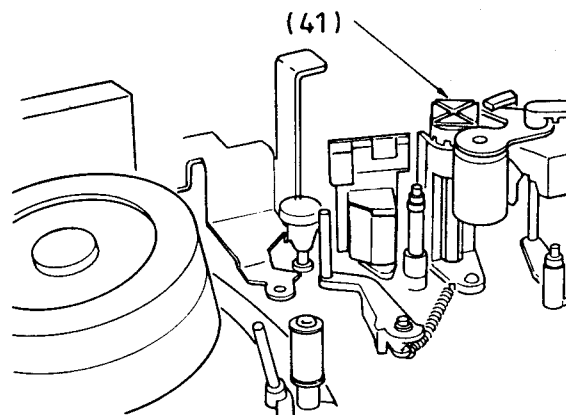

Fig. 19
- Einstellschraube (41), Fig. 19, soweit herausdrehen, bis sich Capstanstator (135) und -rotor (133) gerade berühren.
- Loosen the adjustment screw (41), Fig. 19, until the Capstan Stator (135) just touches the Rotor (133).